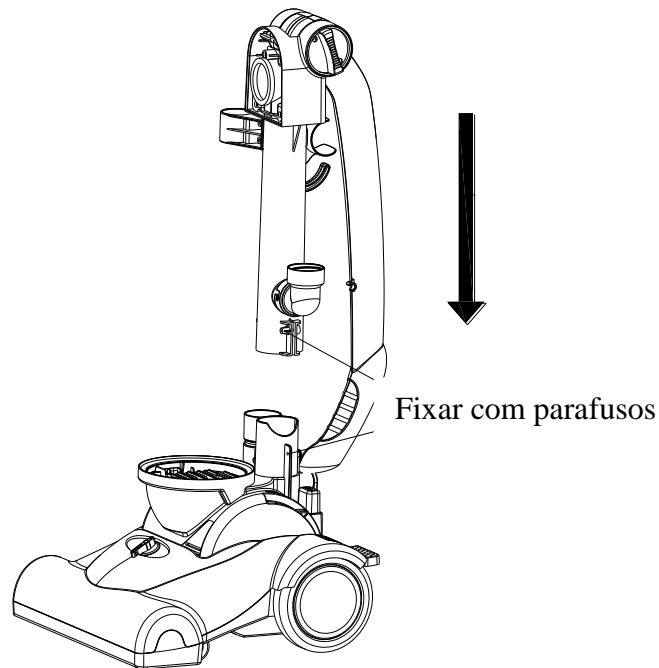

Fig. 1
- iii. Inserir verticalmente o conjunto da pega na porta final da tampa superior do motor e apertar com os parafusos (consultar a Fig. 1).